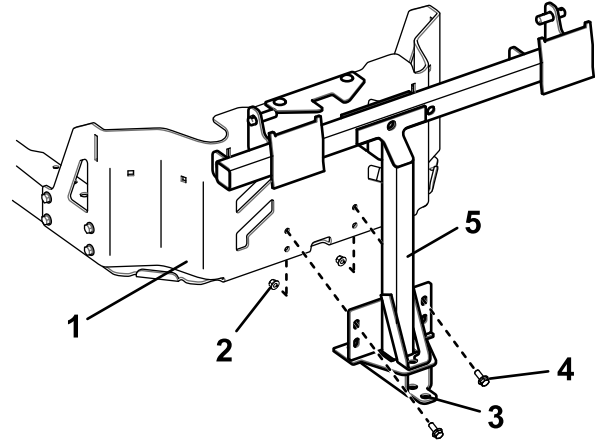

Figure 7
- Montez le cadre de pivot sur le cadre de la machine comme montré à la Figure 7. Veillez à